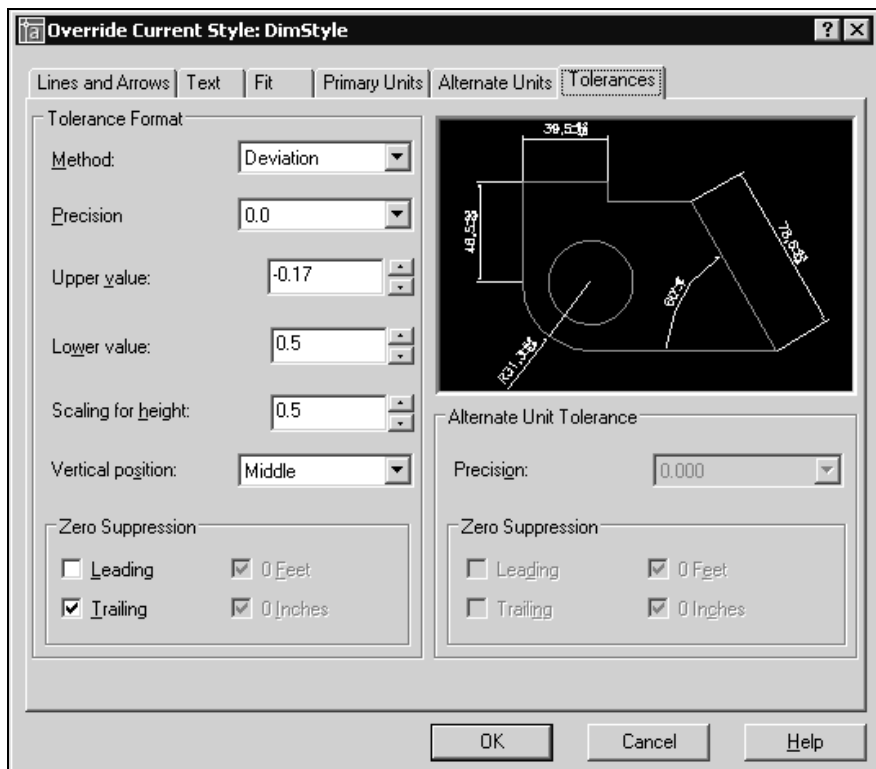

Рис. 11.6. Диалоговое окно **Override Current Style**
- Щелкните мышью на кнопке **Override** (Переопределить) для вызова диалогового окна **Override Current Style** (Переопределение текущего стиля), в котором временно переопределите свойства стиля на вкладке **Tolerances** (Допуски) (рис. 11.6).